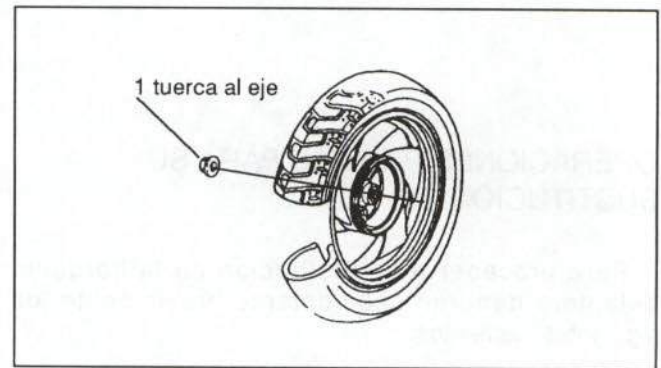

Figura 32.- Fijación de la rueda trasera
En la figura 32 se muestra su fijación.
- Rueda (figura 32)